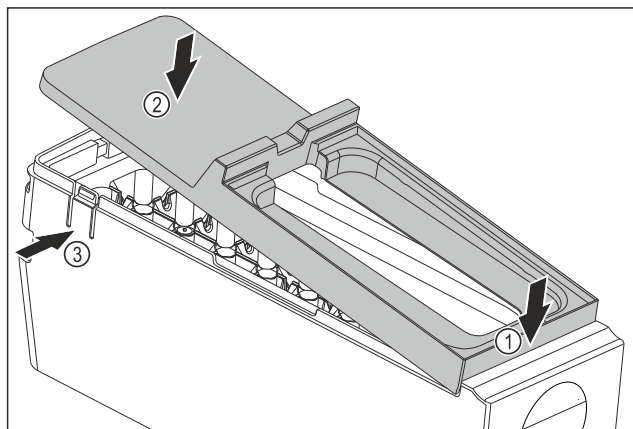

Fig. 120
- ▶ Montar la cubierta del EasyTwist-Ice: Colocar la cubierta por delante. Fig. 120 (1)
- ▶ Bajar la cubierta por detrás. Fig. 120 (2)
- ▷ La cubierta encaja en ambas lengüetas Fig. 120 (3) de forma audible.